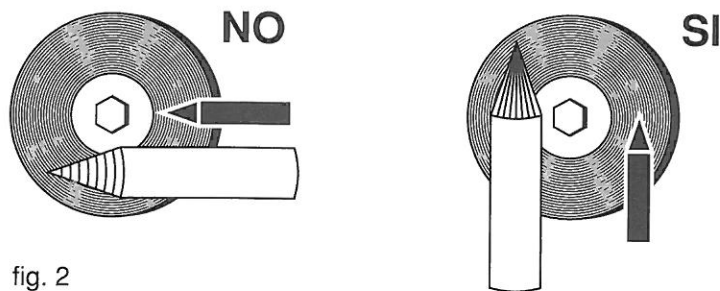

fig. 2
- El empleo de esta máquina de soldar necesita un electrodo $\varnothing$ 1,6 mm. de tungsteno toriado 2% (color rojo). Hay que tener mucho cuidado durante la preparación de la punta del electrodo, esmerilarla para que tenga una rayadura vertical conforme con la fig. 2.